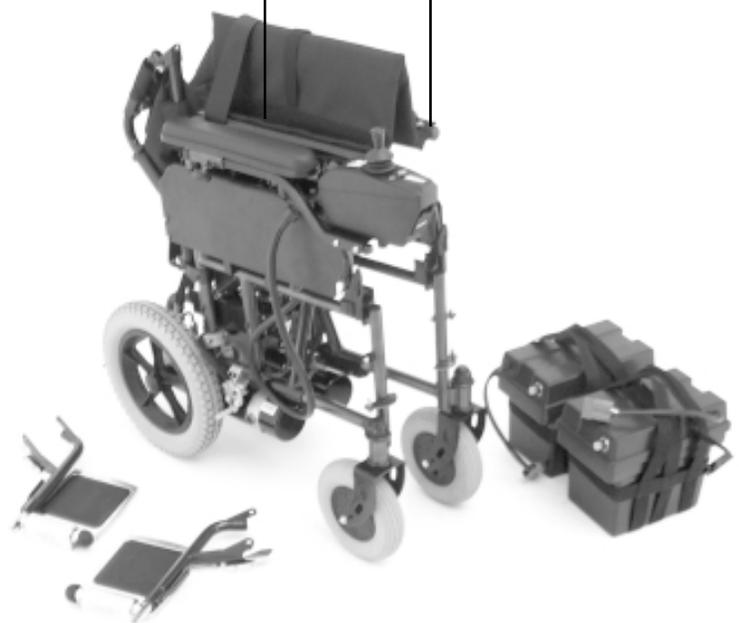

Figure 22. Pride LX - Démonté et replié
1. Pesez sur les montants de siège jusqu'à ce qu'ils se bloquent en place. Voir la figure 22.